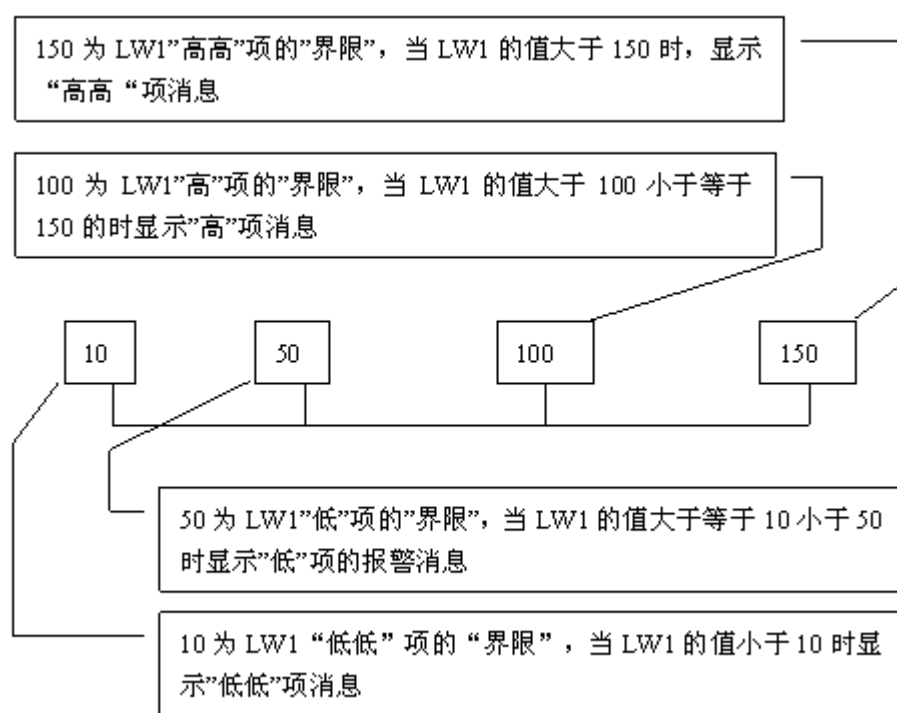

图 7-29 LW1 地址的四个地址值区域的划分图
- 单击列表框中的每一项，把鼠标移动到右方的“界限”中，为该项输入一个数据。再把鼠标移动到右方的“消息”模块中的“文字”编辑框中，在该编辑框中为该项输入文本信息，也即是报警内容。这里假设设置的消息（即报警内容）如图 7-28 所示。从图 7-28 可以看出，每个地址值可以划分为 4 个区域，即报警地址数据的分区。这个区域分别为：低低，低，高，高高。下面以地址 LW1 为例说明这四个区域的含义（LW1 地址的四个选项的“使用”都选中）。如图 7-29 所示：